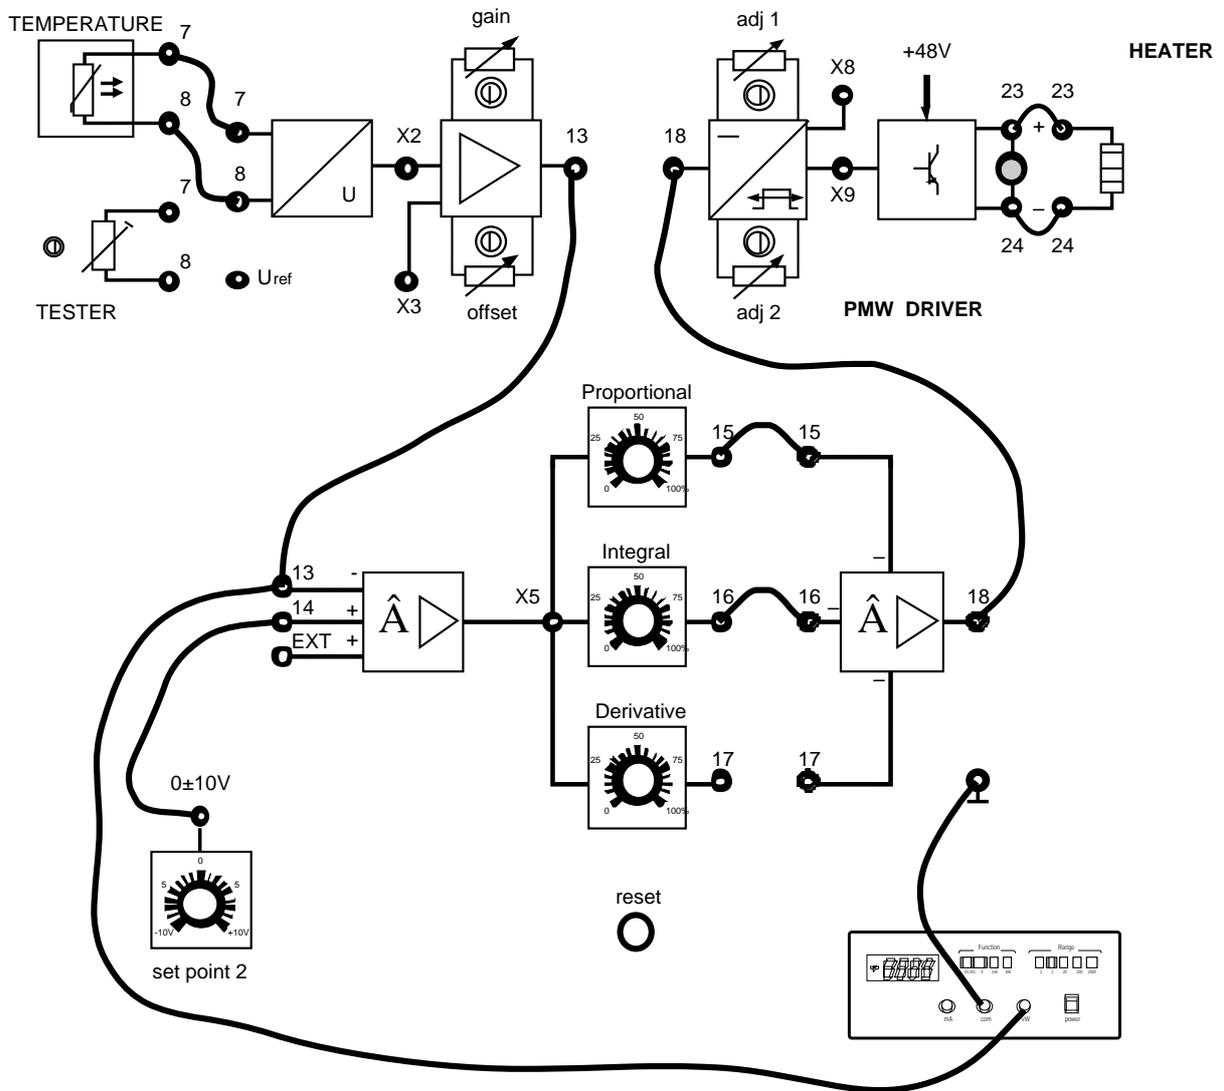

Fig. 22.1
Asegurado del conocimiento de los prerrequisitos, entrega a los alumnos la Ficha 22.1 que representa el cableado del control (fig 22.1) y prepara el panel de simulación del proceso de la siguiente manera:
- 1) Conectar, mediante cables, el casquillo 23 del PWM DRIVER al casquillo 23 y el casquillo 24 al 24 (ficha 22.1 fig 22.1).
- 2) Conectar los casquillos 7 y 8 del sensor de temperatura a los casquillos 7 y 8 de la respectiva interface (ficha 22.1 fig 22.1).
- 3) Apretar el interruptor general (ON).
- 5) Conectar el casquillo del SET POINT 2 al casquillo 14 del regulador PID y el casquillo 13 del interface de temperatura al casquillo 13 del regulador PID (ficha 22.1 fig 22.1).
- 6) Introducir un terminal del voltímetro digital, preparado en corriente continua, en el casquillo 13 del interface de temperatura y el otro en el casquillo de masa (ficha 22.1 fig 22.1) : leer y anotar el valor de tensión que corresponde, multiplicado por 10, a la temperatura inicial.
- 14) Conectar el casquillo 16 del regulador PID al casquillo 16 y el casquillo 18 al casquillo 18 del PWM DRIVER y accionar contemporáneamente el cronómetro (ficha 22.1 fig 22.1).